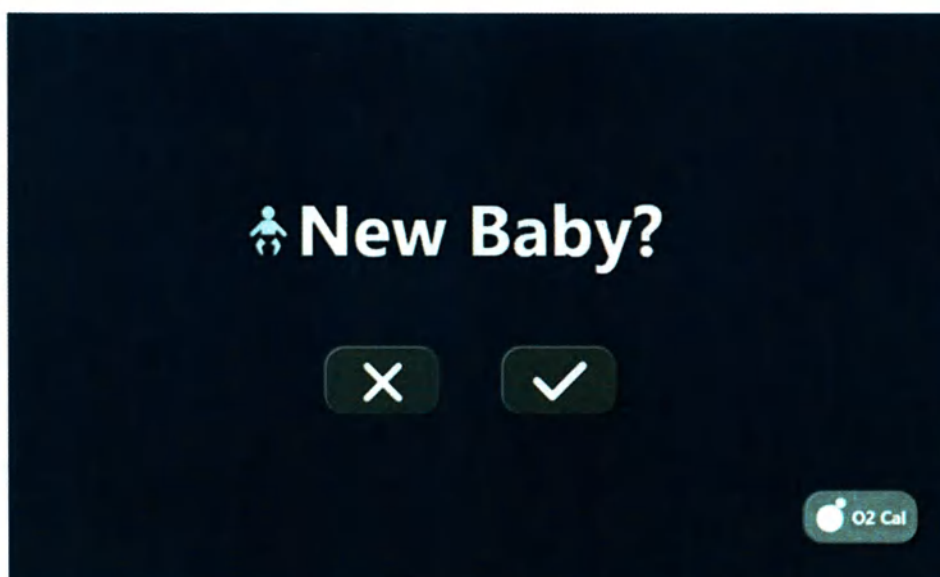

Рис. 9.24 – Экран регистрации нового ребенка
2. На экране регистрации нового ребенка, нажмите кнопку калибровки датчика кислорода «Калибровка O_2 » (« O_2 Cal») (см. Рис.9.24).